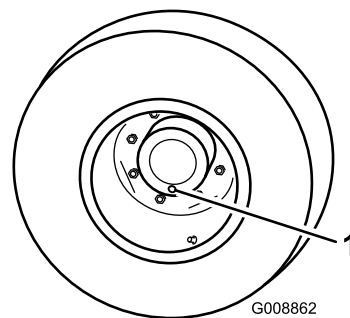

Figure 68
1. Placez la machine sur une surface plane et horizontale et tournez une roue de sorte que l'un des bouchons de contrôle se trouve à la position la plus basse (6 heures) (Figure 68).